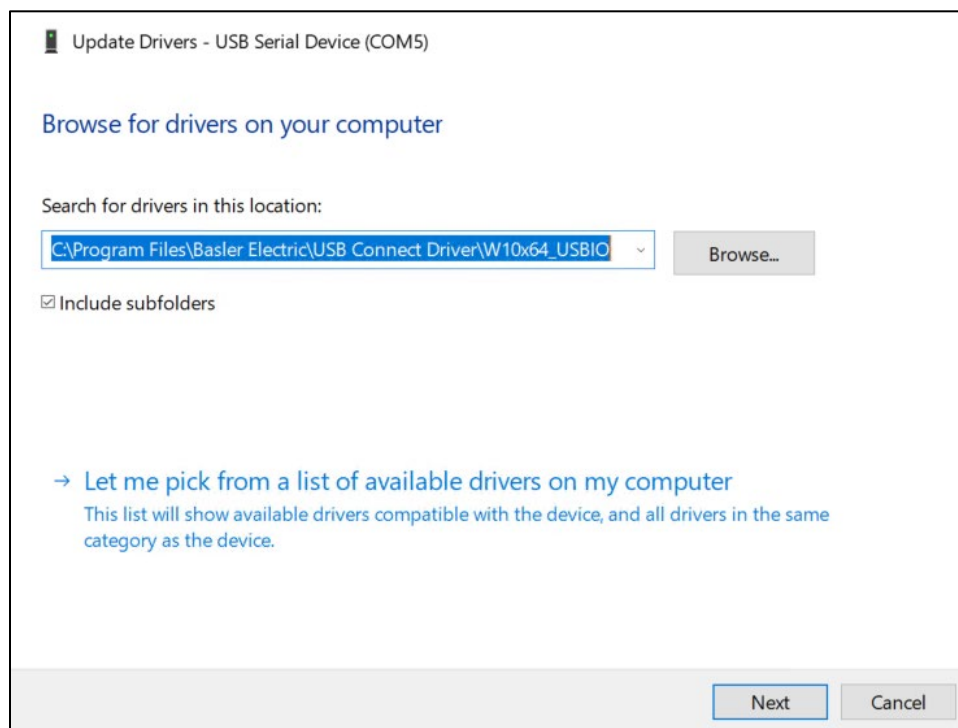

Figura 64-7. Actualizar controladores
- Paso 6. Haga clic en Examinar y navegue hasta C:\Program Files\Basler Electric\USB Device Drivers\W10x64_USBIO. Si el valor del Paso 3 contenido **MI_02**, seleccione W10x62_USBCOM en su lugar. Haga clic en Siguiente. Consulte la Figura 64-7.